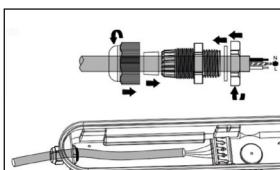

Рис. 4
5.15 Вставьте кабель в кабельный ввод и подключите к клеммному блоку (рис. 4).